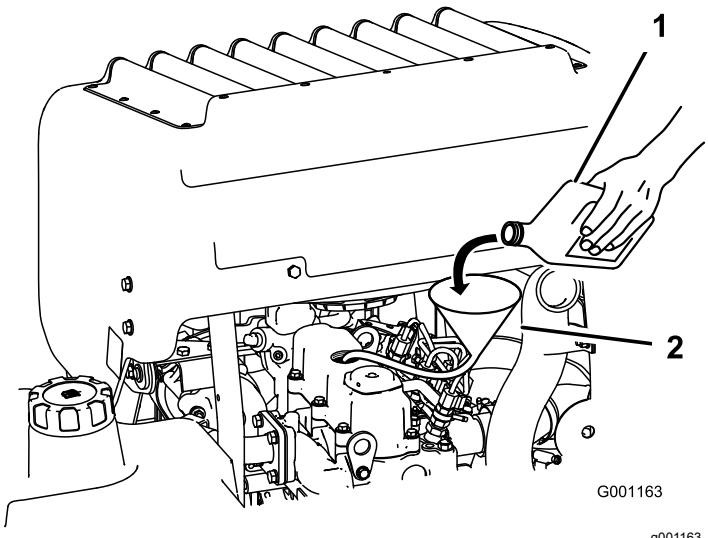

Bild 63
3. Füllen Sie Öl mit einem Schlauch und Trichter in den Motor (**Bild 63**).